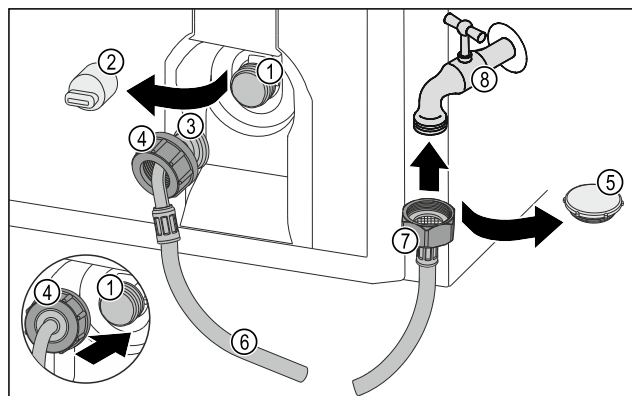

Fig. 33
- 移除密封盖 Fig. 33 (5)。
- 将软管直头 Fig. 33 (7)装在水龙头 Fig. 33 (8)上。
- 顺时针拧紧软管直头 Fig. 33 (7)上的螺母。